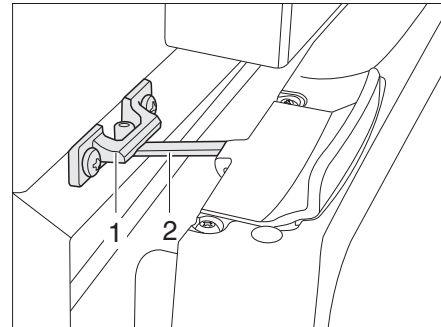

Fig. 136 Porte du réfrigérateur en position de ventilation (Thetford)
■ Ouvrir le verrouillage (Fig. 136,2) et l'enclencher dans le logement de verrouillage (Fig. 136,1). La porte du réfrigérateur reste ainsi légèrement ouverte.